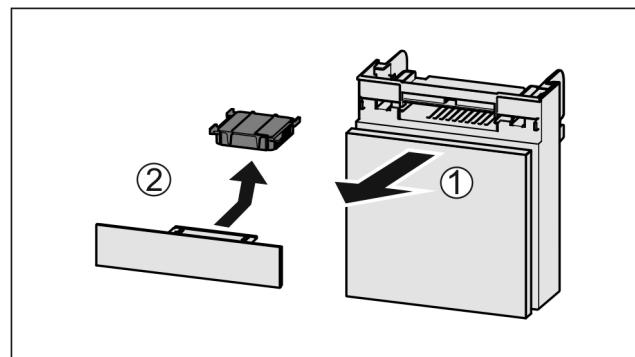

Fig. 122
- Издърпайте Fig. 122 (1) напред отделението.
- Извадете Fig. 122 (2) филтъра с активен въглен.